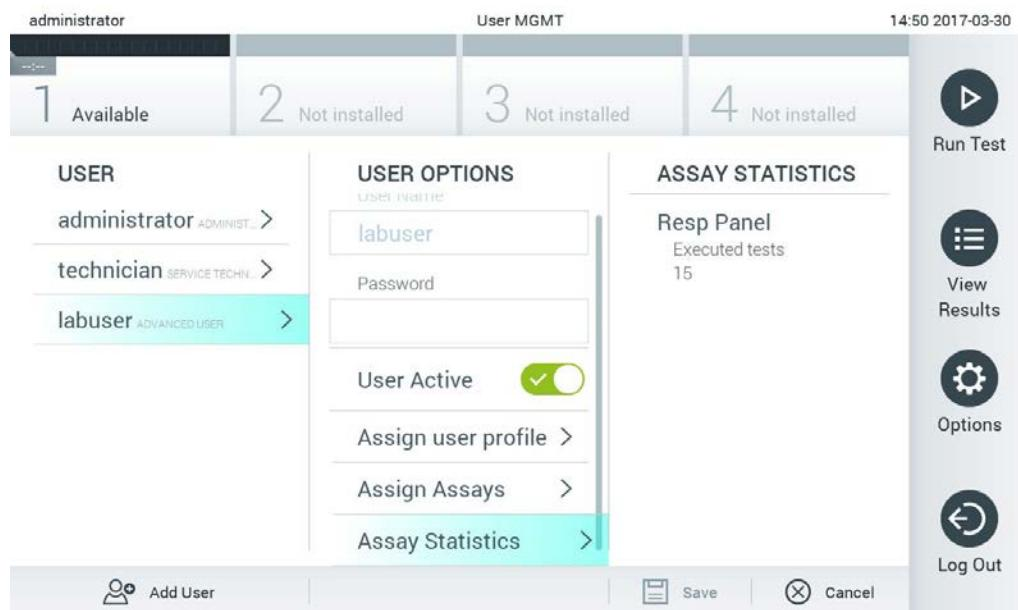

Figura 56. Vizualizarea statisticii testelor.
- **Assay Statistics** (Statistică teste): Indică de câte ori a fost rulat un test de către utilizatorul selectat (Figura 56).